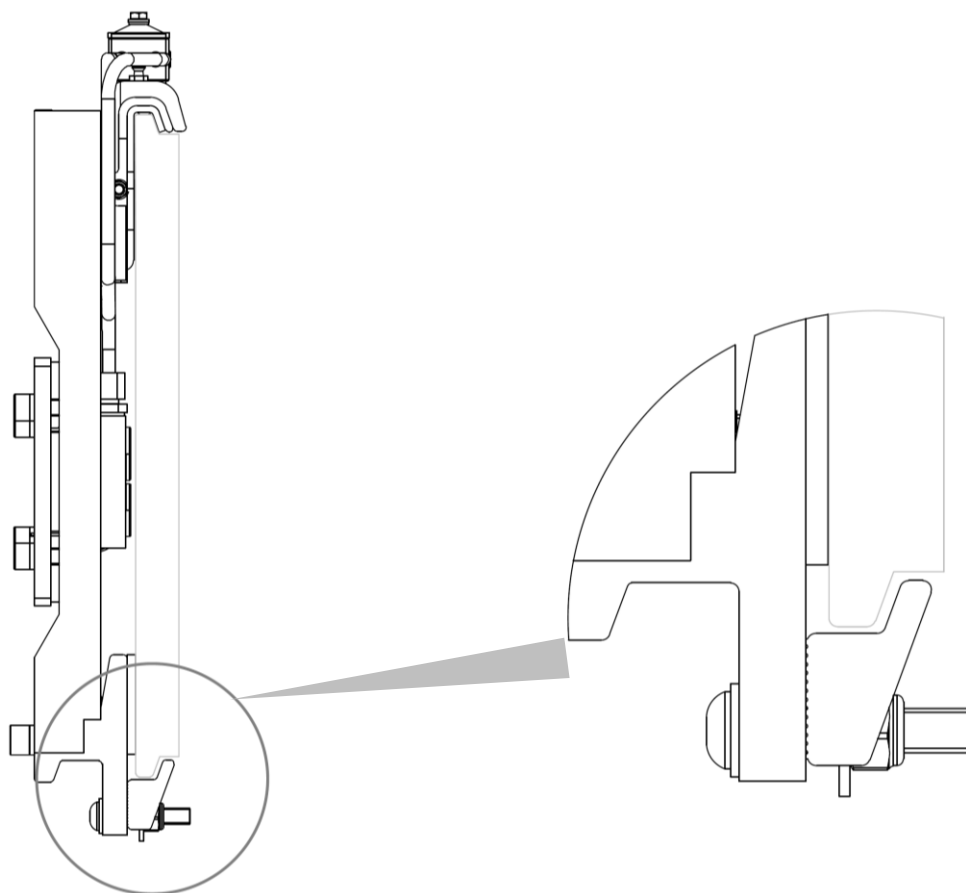

Figura 16
8. Riavvitare i 2 ganci inferiori **G** in modo che il corpo di questi rimanga agganciato anche inferiormente alla piastra porta forche **P** (con gioco max. 1,5mm, vedi *Figura 16*), serrando con coppia di serraggio indicata nella *Tabella 6*.
3. Controllare il gioco fra la parte inferiore della piastra porta forche e i ganci inferiori dell'attrezzatura, verificando che sia come indicato in *Figura 5/Figura 9/Figura 12 e Figura 16* rispettivamente a pag. 12/15/18 e 21 ed, eventualmente, intervenire sul serraggio delle viti che li sorreggono.